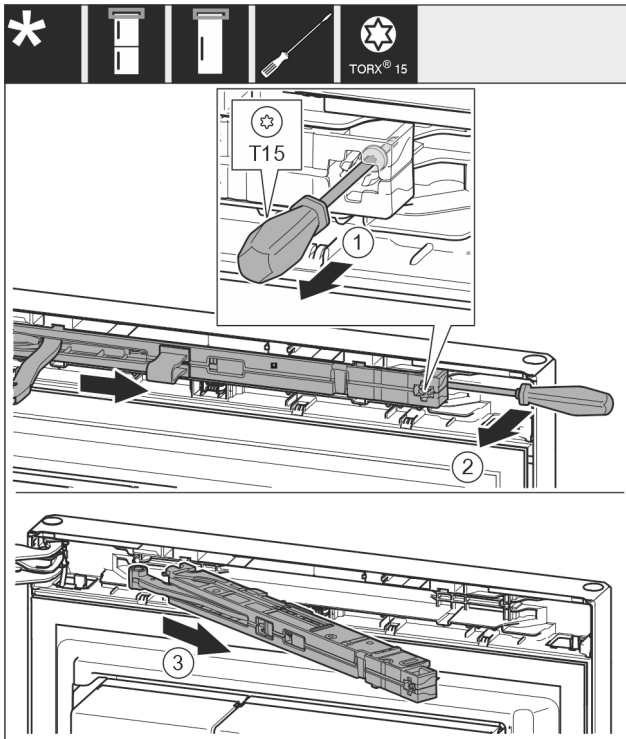

Fig. 11
- ▶ Soltar el tornillo de la unidad del amortiguador de cierre aprox. 14 mm con el destornillador T15. Fig. 11 (1)
- ▶ Desplazarlo con un destornillador por el lado del tirador detrás de la unidad de amortiguador de cierre y girar la unidad hacia delante. Fig. 11 (2)
- ▶ Extraer la unidad del amortiguador de cierre. Fig. 11 (3)